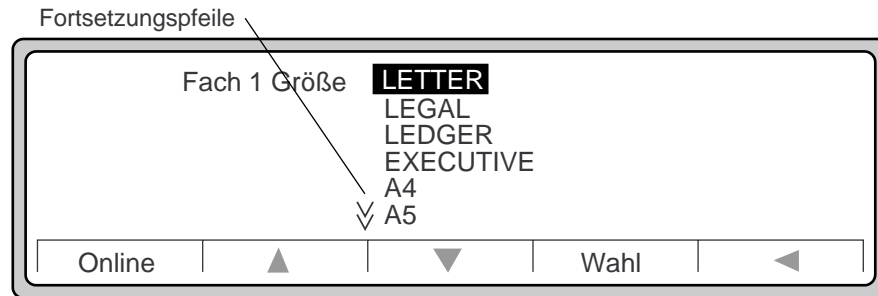

Abbildung 3-15 Papierformatauswahl
3. Drücken Sie ►, um eine Liste aller Papierformate für dieses Fach anzuzeigen (siehe Abbildung 3-15).